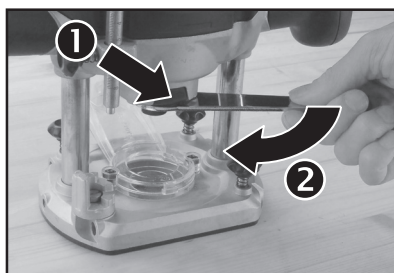

Abb. 10
1. Um den Fräser in die Spannzange einzusetzen, drücken Sie den Spindelarrätierknopf, lösen Sie die Spannzangenmutter mit einem Schraubenschlüssel und schrauben Sie die Mutter ab, siehe Abb. 10.